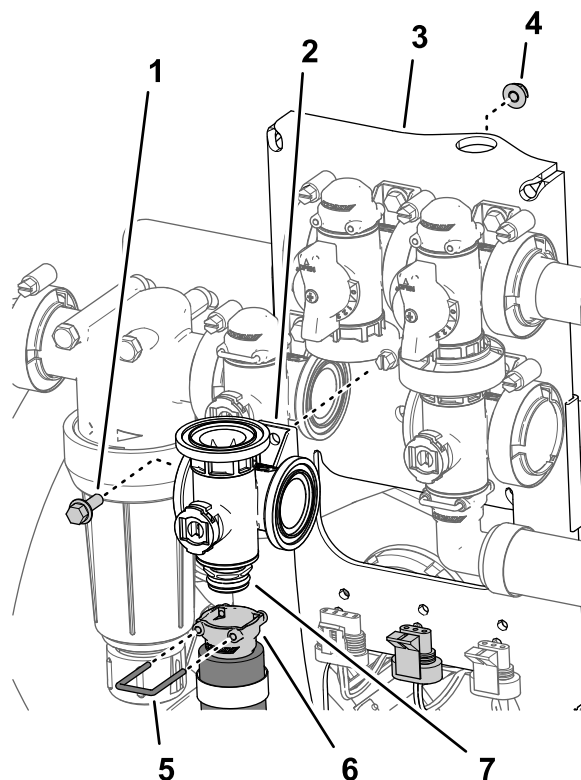

Рисунок 113
- Снимите держатель, который крепит быстроразъемное гнездо к быстроразъемной муфте коллектора клапана перемешивания (Рисунок 113).
- Отверните болт с фланцевой головкой ( $\frac{1}{4} \times \frac{3}{4}$  дюйма) и фланцевую контргайку ( $\frac{1}{4}$  дюйма), с помощью которых клапан перемешивания присоединяется к опоре крепления клапанов, и снимите коллектор клапана с машины (Рисунок 113).